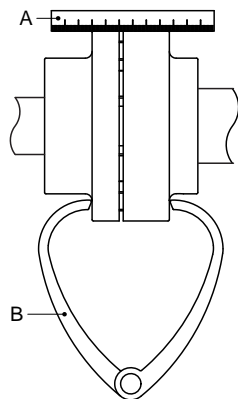

Рисунок 4: Совмещение муфты при помощи линейки и пары кронциркулей
- 1 Поместите линейку (A) на муфту. Вставьте или снимите столько медных шайб, сколько необходимо, чтобы установить электродвигатель на нужную высоту таким образом, чтобы прямая кромка касалась обеих полумуфт по всей длине, см. рисунок 4.
- 3 Еще раз проверьте совмещение при помощи пары кронциркулей (B) в 2 диаметральные противоположные точки по бокам полумуфт, см. рисунок 4.